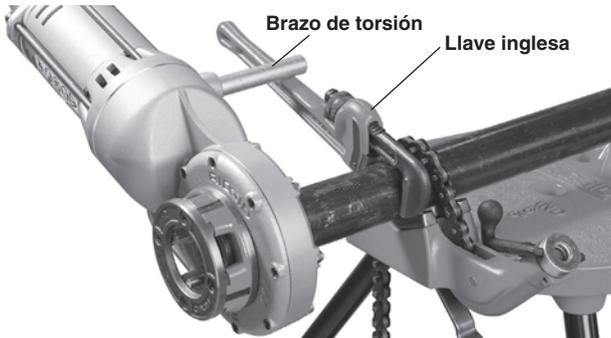

Figura 7 – Uso de una llave inglesa como brazo de soporte para el roscado
- Coloque la llave inglesa RIDGID de 12", 14" o 18", de trabajo pesado, a unas 7" (175 mm) del extremo del tubo (vea la Figura 7). Pruebe para confirmar que la llave inglesa está fija y que no se pueda mover ni caer.